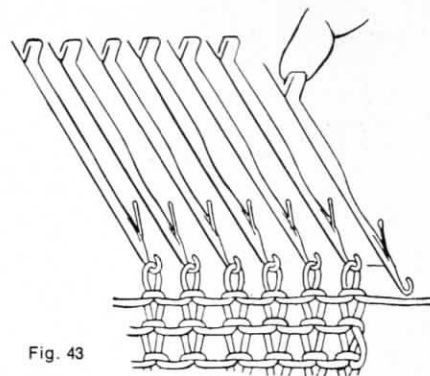

Fig. 43
Sólo se puede efectuar al principio de cada pasada. Avanzar a posición de trabajo C la aguja vacía del lado del carro y tejer (Fig. 43).
- Avanzar a posición de trabajo C la aguja vacía del lado del carro (Fig. 43);
- Avanzar a posición de trabajo la aguja vacía del lado del carro (Fig. 43);